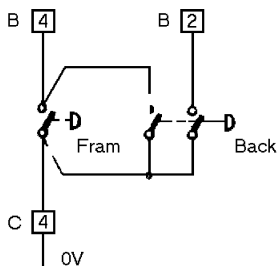

Fig 13
- Afstandsbediening van manuele rijbeweging, zie afb. 13 op bladzijde 66.